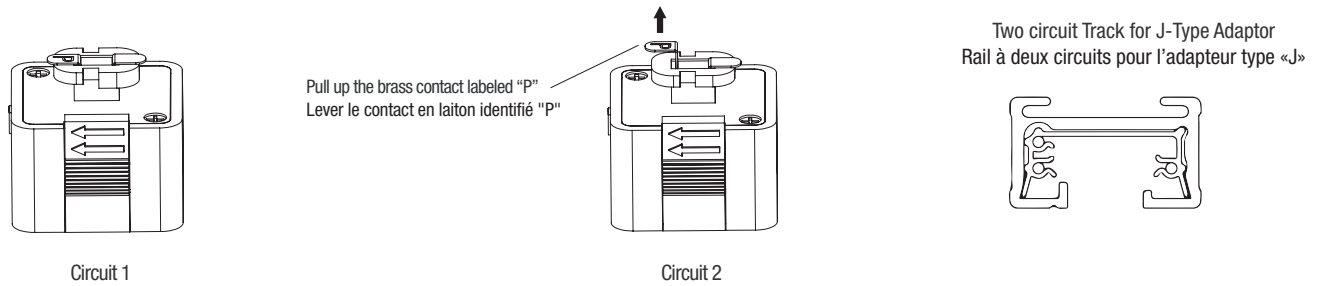

Fig. 4
For H & L Type, polarity groove are in opposite direction, then the indicator arrows point toward the opposite direction (Fig. 4).
1. To install track fixture into lower circuit of two-circuit track, follow directions for single circuit installation (Fig. 4 Circuit 1).
2. To install track fixture into upper circuit of two-circuit track, raise the Brass Contact labeled "P" by grasping Contact with needle nose pliers and pulling up into position. (Fig. 4 Circuit 2).
Pour les adaptateurs «H» et «L», la rainure de polarité est inversée, donc les indicateurs fléchés pointent dans la direction opposée (Fig 4).
1. Pour installer le luminaire sur le circuit inférieur d'un rail à deux circuits, suivre les instructions pour l'installation sur un rail à un circuit (Fig. 4, Circuit 1).
2. Pour installer le luminaire sur le supérieur d'un rail à deux circuits, lever le contact en laiton identifié "P" avec des pinces à bec effilé et le garder en position verticale (Fig. 4, Circuit 2).